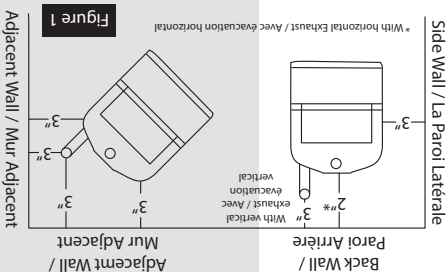

Figure 1
5. Positionnez le poêle en respectant les dégagements (cf figures 1 & 2).
1. Positionnez le poêle en respectant les dégagements (cf fig 1 & 2).